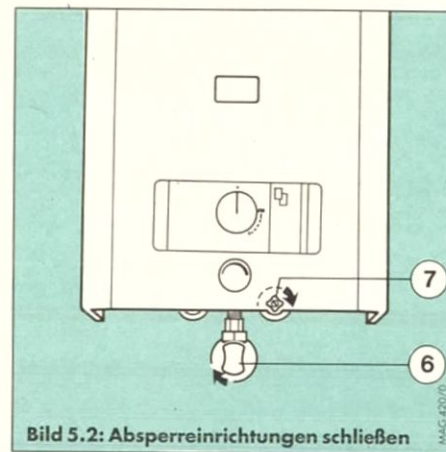

Bild 5.2: Absperreinrichtungen schließen
5.2 Absperreinrichtungen schließen (Bild 5.2)